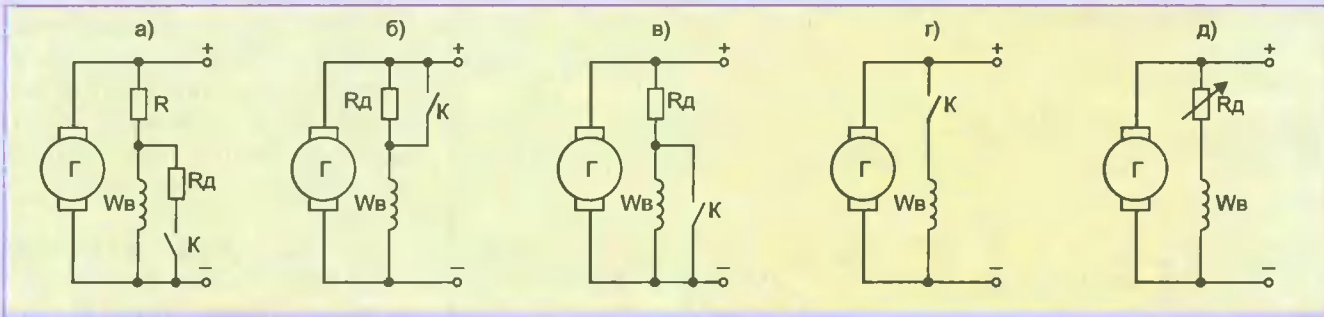

Рис. 1.
• Автоматическая функция  $f(I_n)$  регулирования в регуляторах напряжения сводится к уменьшению максимального значения тока  $I_n$  в обмотке возбуждения, которое имеет место при  $I_n = U_r / R_w$  ( $R_w$  — активное сопротивление обмотки возбуждения) и может уменьшаться несколькими способами (рис. 1): подключением к обмотке  $W_n$  параллельно (а) или последовательно (б) дополнительного сопротивления  $R_d$ ; закорачиванием обмотки возбуждения (в); разрывом токовой цепи возбуждения (г). Ток через обмотку возбуждения можно и увеличивать, закорачивая последовательное дополнительное сопротивление (б).